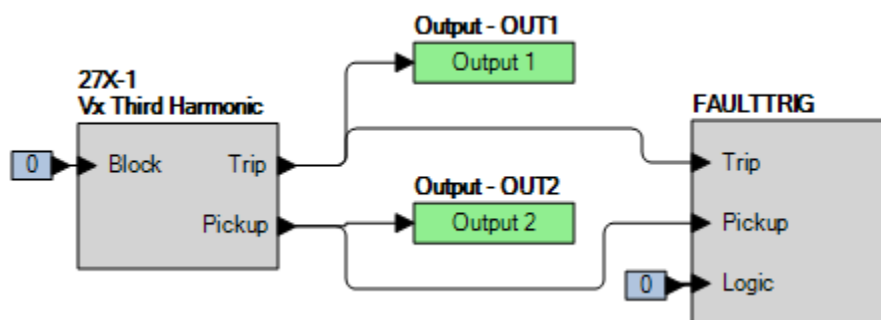

Figure 67-5. Paramètres BESTlogicPlus (mode Vx - Troisième harmonique)
Étape 4 : Préparez la surveillance de l'exécution de la fonction 27X-1. Cette exécution peut être vérifiée en surveillant la sortie OUT2 (voir Figure 67-5).